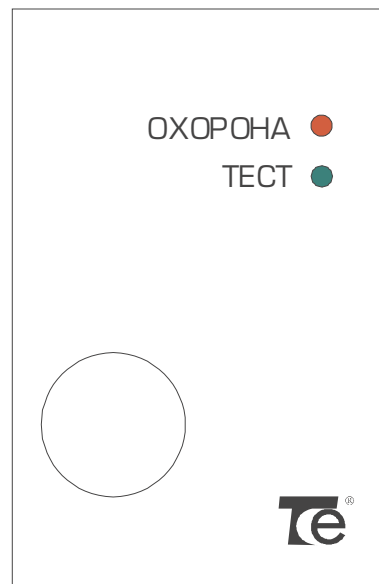

Рисунок 5. Внешний вид передней панели
1.5.1.5. Внешний вид передней панели, приведен на *рис. 5*, назначение индикации в *табл. 4* (стр. 24). Режим работы индикаторов приведен в разделе 2.5.2. (стр. 24).